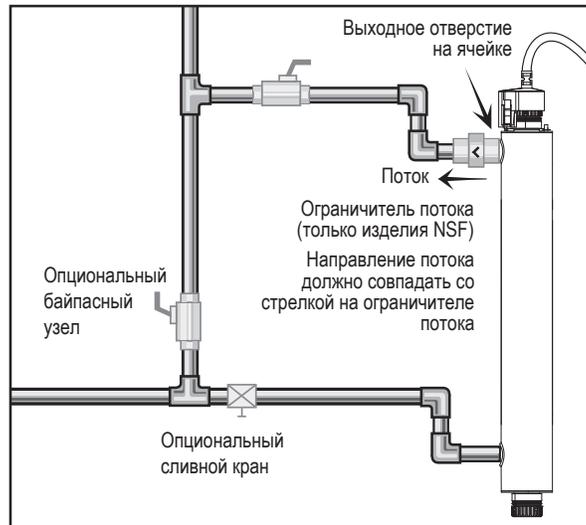

Рисунок 5 Ограничитель потока
- Прикрепите систему к стене с помощью хомутов из комплекта поставки. Для подключения источника воды к системе могут использоваться различные способы, но рекомендуется использовать соединительные муфты. Использование устройства ограничения потока поможет поддерживать номинальный расход. Ограничитель потока необходимо устанавливать на выходном отверстии и только в одном направлении. Убедитесь, что поток воды соответствует направлению, указанному на ограничителе потока. См. Рисунок 5.